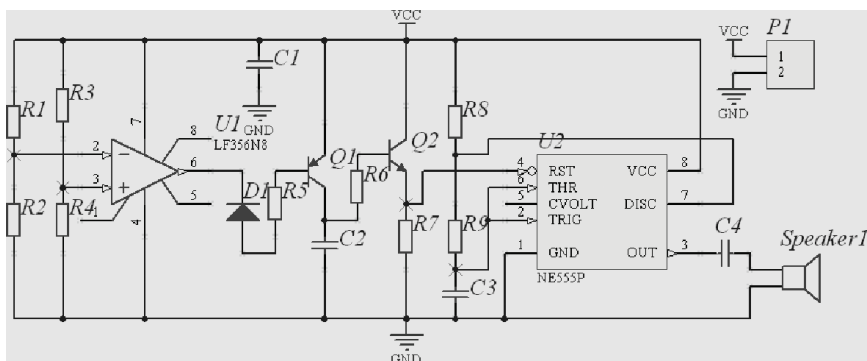

图 6-23 元件标识符改为三号斜体的原理图
(3) 选中字形分组栏中的“斜体”，大小选择“三号”，单击 **确定** 按钮，图中所有元件的标识符均改为三号斜体，关闭检查器面板。
(4) 单击编辑器右下角的清除 **Clear** 按钮，取消掩模功能，使窗口恢复正常，如图 6-23 所示。